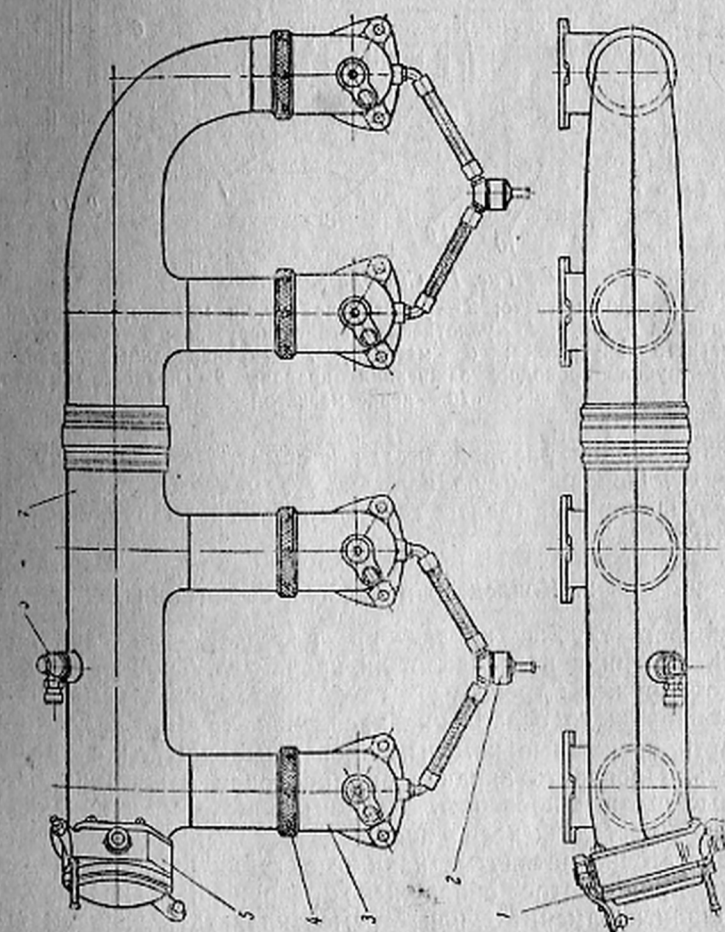

Рис. 13. Всасывающий трубопровод:
1. Осмотреть всасывающий трубопровод (рис. 13) и убедиться в отсутствии потертости, пробоин, вмятин и трещин, особенно сварных швов.